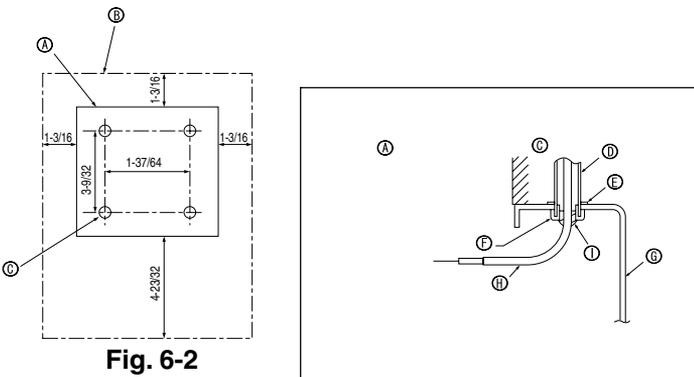

Fig. 6-2
(1) Sélectionner l'endroit d'installation de la télécommande. (Fig. 6-2)
##### [Fig.6-2]